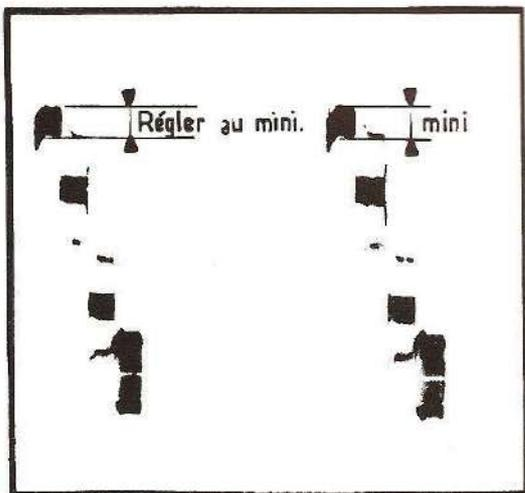

Fig. 3
- Visser 229 pour amener le marqueur 39,2 au pied de la courbe. (fig. 3)
- Visser 226 pour amener le marqueur 31,2 au sommet de la courbe. (fig. 3)
- Régler S625 pour obtenir un minimum d'amplitude du filtre (fig. 3).